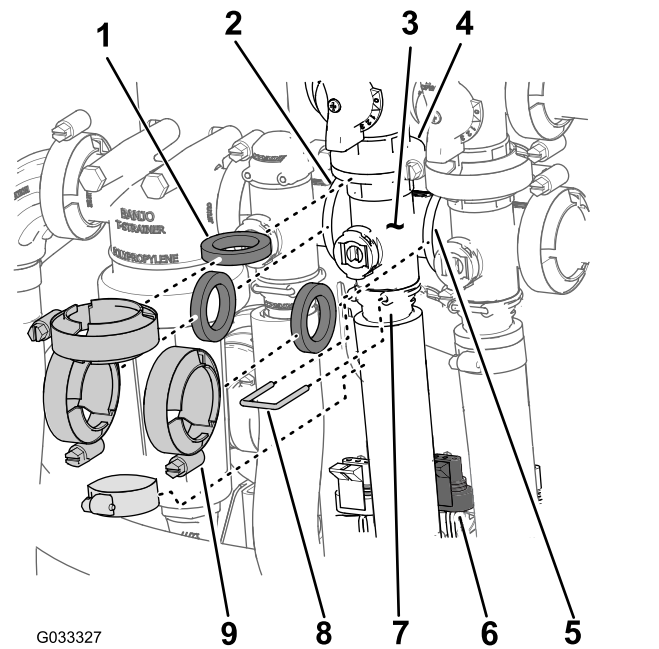

Figura 69
1. Retire as braçadeiras e as juntas que fixam o coletor para a válvula de agitação (Figura 69) à válvula de derivação de agitação, válvula de controle de aplicação, válvula mestre e união adaptadora (válvula do acelerador da agitação).
2. Retire o retentor que fixa a união exterior ao coletor da válvula de agitação (Figura 69).